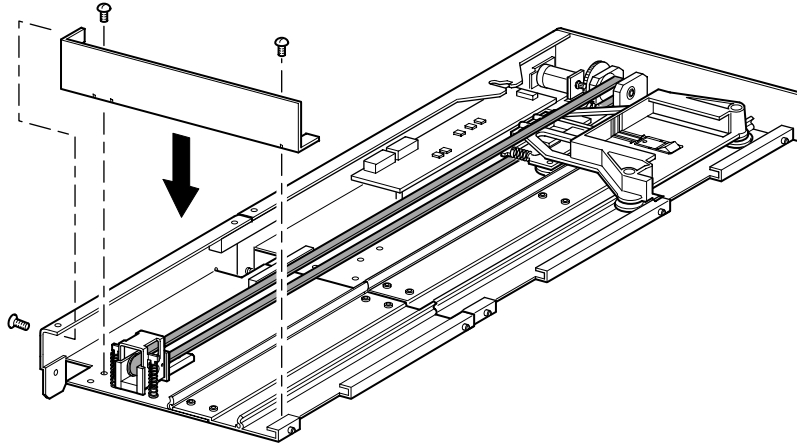

図2-20: ボトム プレートのインストール
11. 以前にPTMベースユニットから取り外したボトム プレートを、以前に取り外した固定用ネジを使用してインストールします (図2-20を参照)。